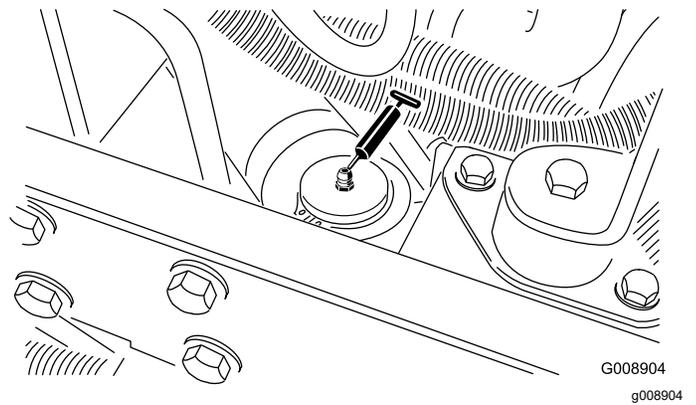

Figura 69
- Cilindro de dirección (Figura 69).